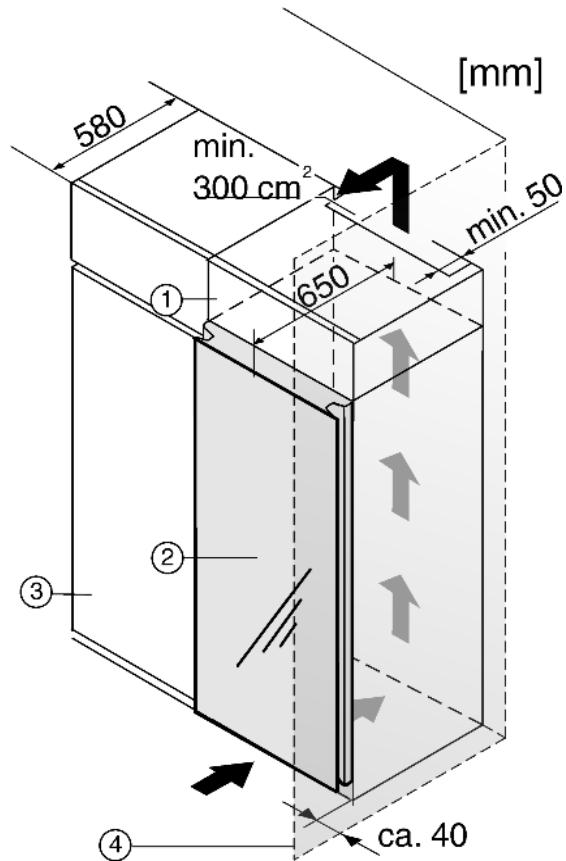

Fig. 12
- (1) Дополнительный шкафчик
- (2) Устройство
- (3) Кухонный шкаф
- (4) Стенка
При комбинировании с обычными кухонными шкафами (глубина макс. 580 мм) устройство можно установить непосредственно рядом с кухонным шкафом Fig. 12 (3). Дверь устройства выступает на 70 мм относительно передней стенки кухонного шкафа. Поэтому ее можно свободно открывать и закрывать.
Если устройство установлено на шарнирах у стены Fig. 12 (4), то расстояние между устройством и стеной должно быть не менее 40 мм.